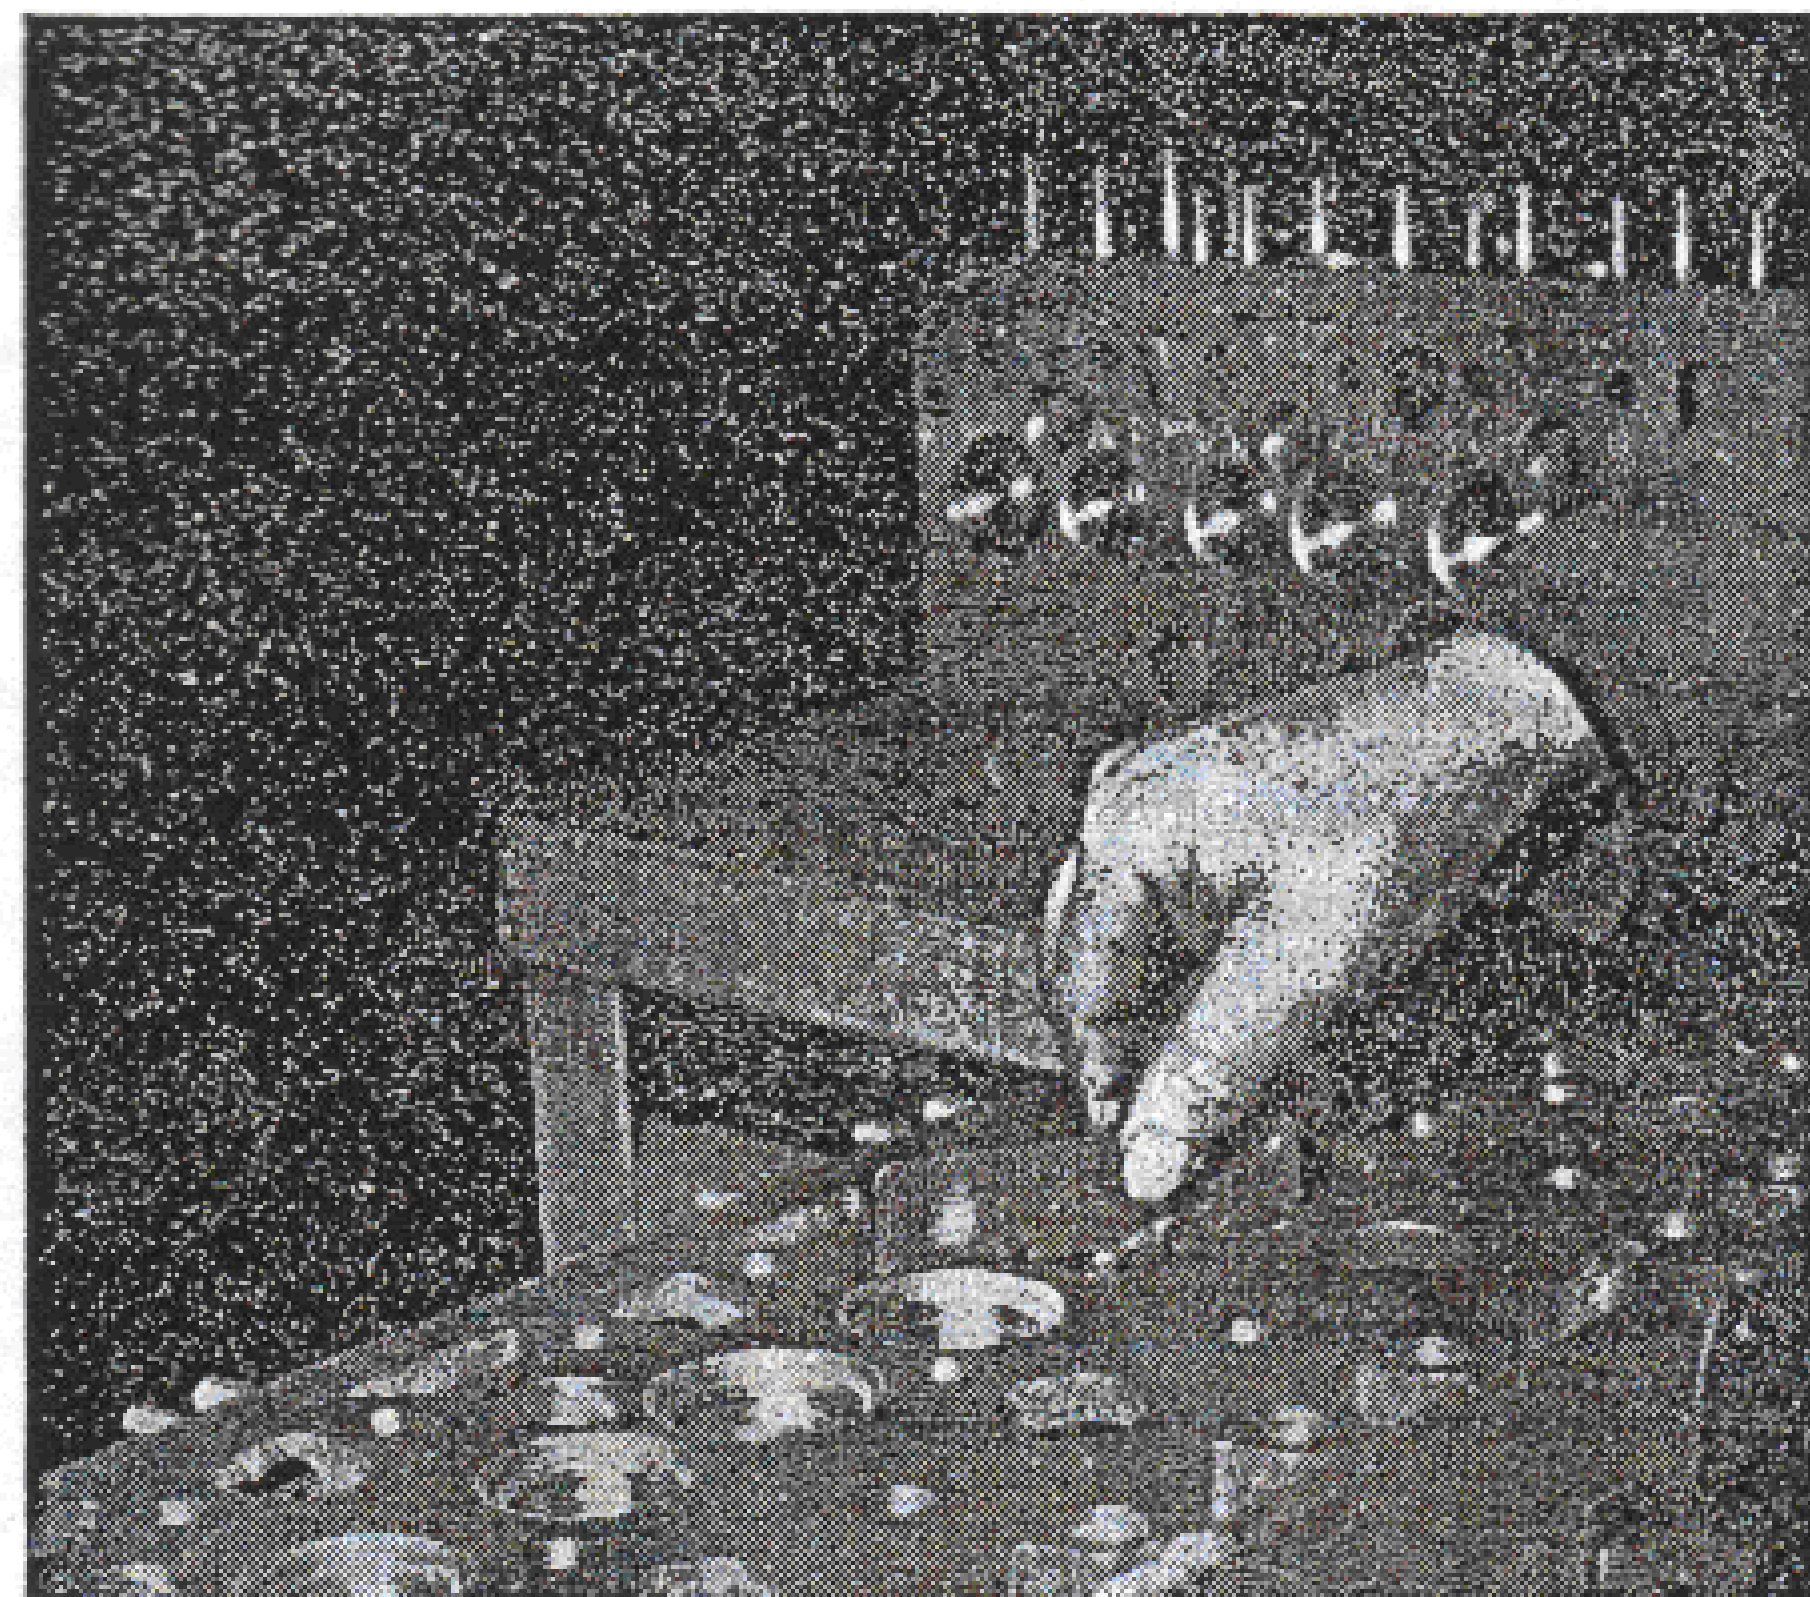

Fig. 3. — Vérification du siège de soupape.
d) Les sièges de soupapes ont une forme particulière (voir fig. 3) : entre le siège et la face d'appui de la culasse, il existe un fraisage à 90° formant un épaulement circulaire autour de la tête de soupape.